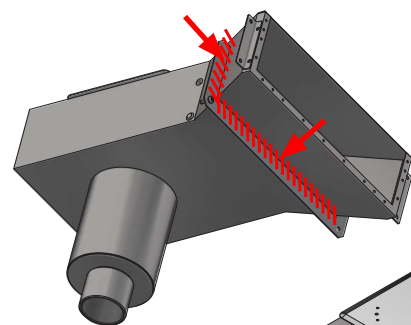

Bild 10.
2. Applicera lämplig tätningsmassa i skarven mellan ingjutningsflänsen och bräddavloppshuset (se bild 10). Vid applicering av tätningsmassa är det viktigt att skarven blir tät så att eventuellt vatten inte kan tränga igenom skarven. Se tätningsmedlets instruktion för förberedelser, applicering och härdning.